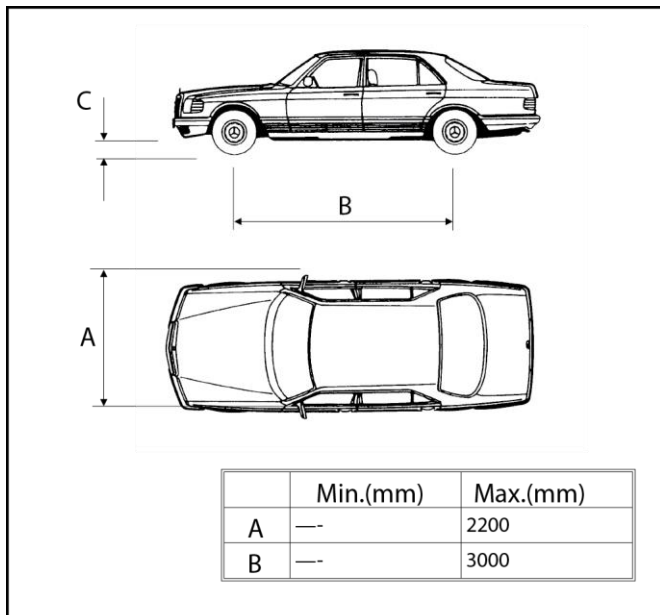

Fig. 11
MAX. MÅTT FÖR FORDON SOM SKA LYFTAS Fig. 11
- hänsyn har tagits till alla vikt- och måttgränser (se Fig. 11 och 12)